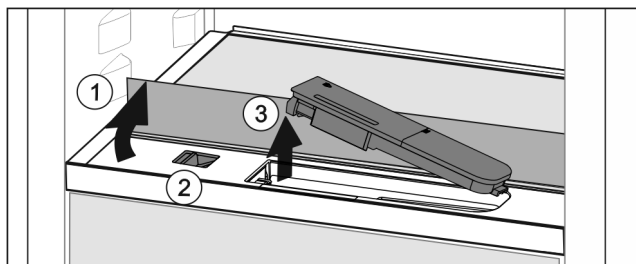

Fig. 152
- ▶ Ridicați placa de sticlă și rabatați în spate până la opritor Fig. 152 (1).
- ▶ Împingeți zăvorul Fig. 152 (2) spre stânga.
- ▶ Scoaterea rezervorului de apă Fig. 152 (3).